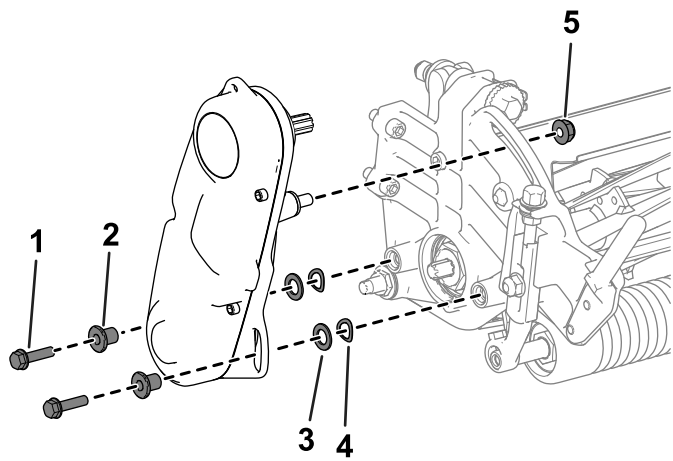

Figura 44
2. Retire las fijaciones que sujetan el conjunto de transmisión del molinete a la chapa lateral (Figura 44).
3. Retire el conjunto de transmisión del molinete, las arandelas planas, las arandelas de muelle y los espaciadores de la chapa lateral (Figura 44).